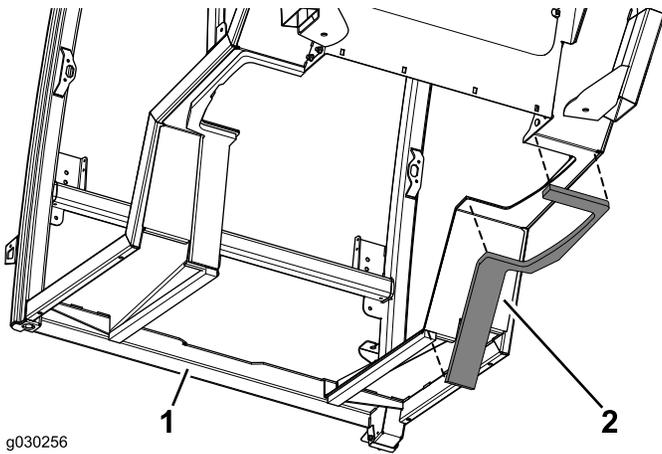

Bild 14
5. Bringen Sie die rechte Dichtung an der rechten Seite der Kabine an (Bild 14).